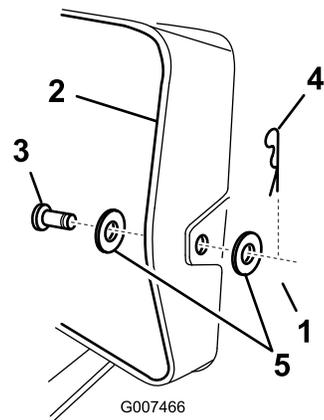

Figure 16
7. Relevez le bac à herbe et retirez la goupille fendue, les 2 rondelles et l'axe de chape qui fixent le tube d'éjection à la plaque arrière (Figure 16).
7. Relevez le bac à herbe et retirez la goupille fendue et l'axe de chape qui fixent le tube d'éjection à la plaque arrière (Figure 16).
13. Relevez le bac à herbe et remettez l'axe de chape et la goupille fendue qui fixent le tube d'éjection à la plaque arrière (Figure 16).